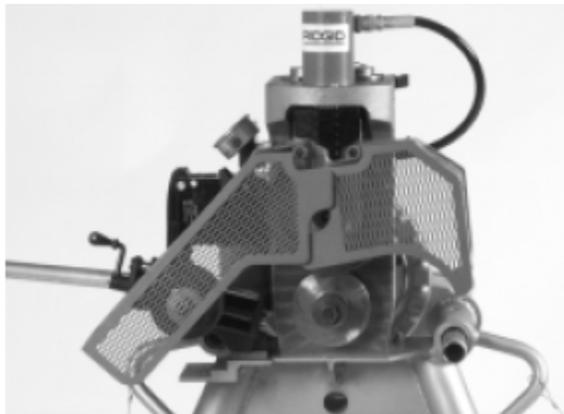

图13 — 保护罩打开
1. 放入管子前，检查滚沟轮上部底座完全升起，保护罩也就位，如图13所示。